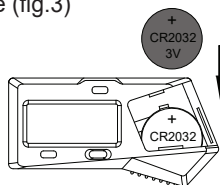

fig.2
- Placer la pile CR2032 dans le logement de la pile, le côté positif de la pile (+) doit être orienté vers l'extérieur (fig.2).